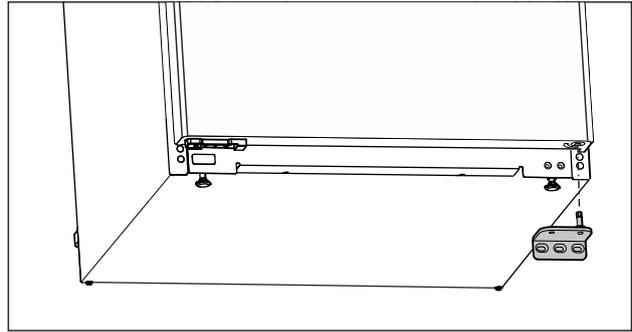

Fig. 16
- ▶ Skinite ležajno postolje prema dolje. (pogledajte Fig. 16)